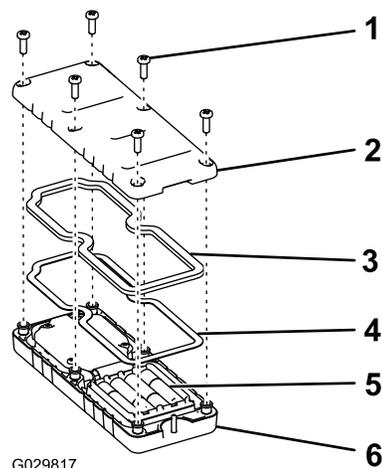

图39
1. 从遥控器后面卸下 6 个螺钉，然后取下后盖（图 39）。
5. 放回后盖，并用先前卸下的 6 个螺丝固定（图39），上紧螺丝扭矩至 1.5~1.7Nm。